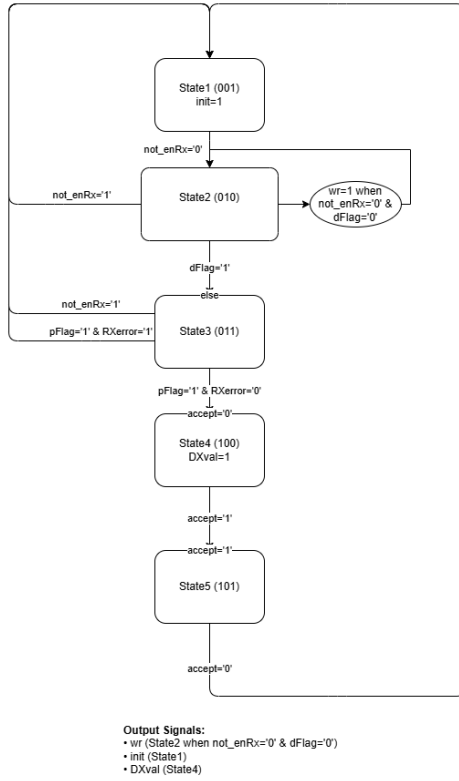

Figura 4: Máquina de estados do Serial Receiver.
- **Serial Control** — máquina de estados que gere a receção (ver Figura 4);